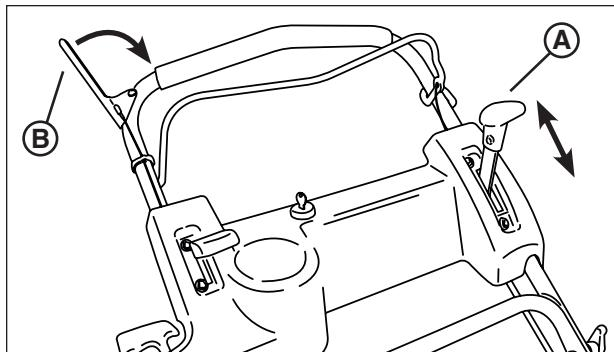

Figure 4 : Commandes d'entraînement de la tondeuse
2. Déplacer la commande de vitesse d'avance (**A**, Figure 4) à la position de vitesse désirée.